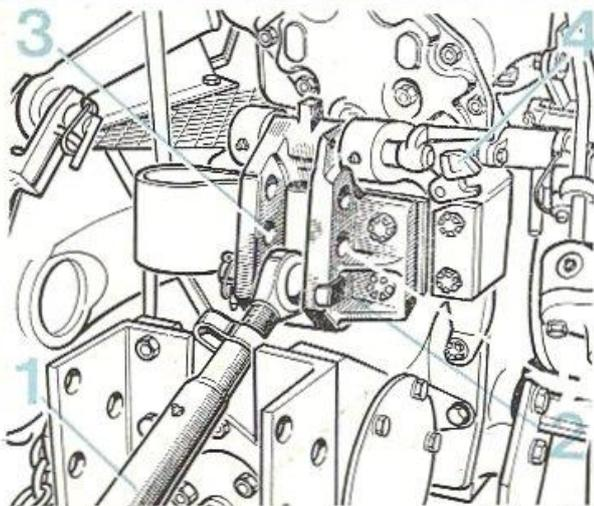

FIG. 45
— Le coin de verrouillage (4) (fig. 45) est libéré.